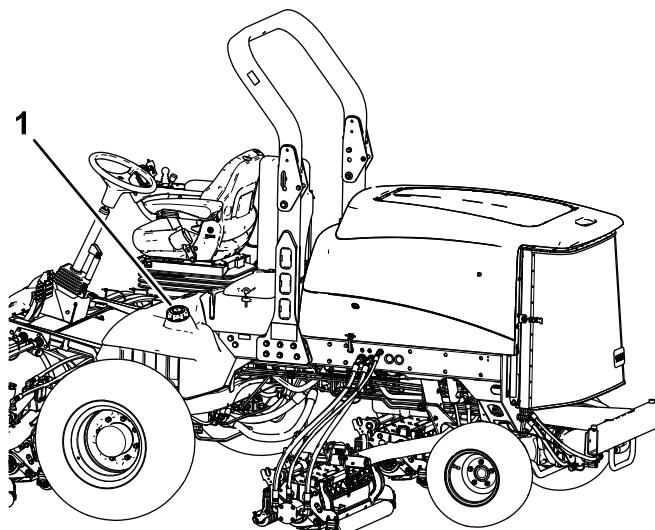

Figure 34
- Retirez le bouchon du réservoir de carburant (Figure 34).